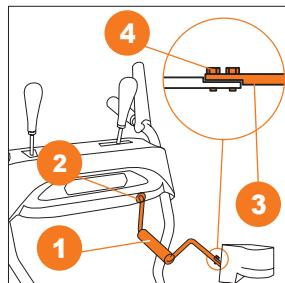

Рис. 14
- Вставьте один конец рукоятки поворота желоба 1 в отверстие 2 на панели оператора (Рис. 14).
- Соедините второй конец рукоятки с поддерживающей штангой 3 с помощью двух болтов 4 (Рис. 14). Для модели S 7565 образца 2021-2022 г выпуска соединение производится при помощи шплинта.